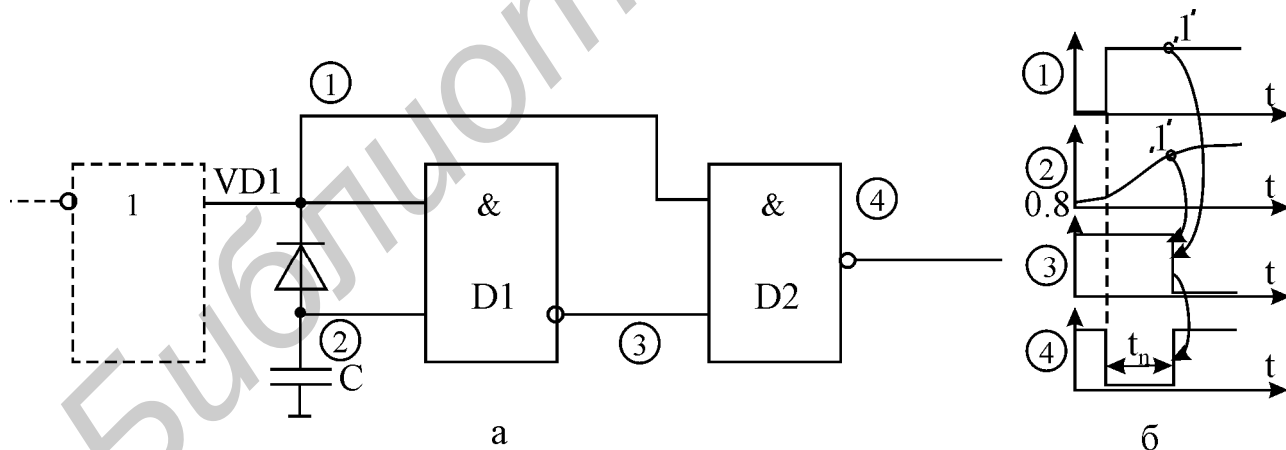

Рис. 3.6. Формирователь импульсов (а); временные диаграммы работы (б)
Предназначен для формирования коротких отрицательных импульсов по положительному перепаду напряжения на входе. Состоит из двух ячеек 2И-НЕ, диода и конденсатора (рис. 3.6, а).
В исходном положении на входе формирователя низкий уровень сигнала. Он подается на верхние входы обеих ячеек D1 и D2 (рис.3.6, б), тем самым на выходе формирователя (выходе D2) поддерживается высокий уровень. Диод VD1 открыт и ток с нижнего входа D1 поступает через него на выход микросхемы, служащий источником сигнала. Падение напряжения на открытом диоде не превышает 0,7 В, что воспринимается входом ячейки D1 как логический “0”. Таким
3. Определите продолжительность формируемых импульсов, если емкость C в формирователе составляет $0,01 \text{ мкФ}$ (рис. 3.6,а, формула 3.2).